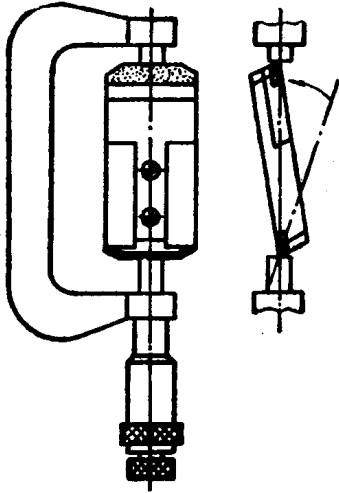

图1-7 浮动镗刀尺寸的校正
② 根据加工尺寸要求, 先将千分尺调到加工孔的尺寸公差 $\pm 0.01\text{mm}$, 此时左手可握住千分尺的尺架, 用右手三指握住浮动镗刀的刀体。将浮动镗刀一侧切削刃贴平在千分尺的下侧圆柱测量面上, 另一侧切削刃以反切削方向, 转至上侧圆柱测量面, 见图1-7。通过螺钉2调节, 使浮动镗刀的切削刃与千分尺的测量面有轻擦的感觉, 然后将千分尺调大0.01mm尺寸时, 若无轻擦之感, 则浮动镗刀的 $\pm 0.01\text{mm}$ 尺寸已校正好。最后紧固螺钉1, 按上述方法复检, 若尺寸没有变动, 则该浮动镗刀已校正好, 即可使用; 若尺寸有